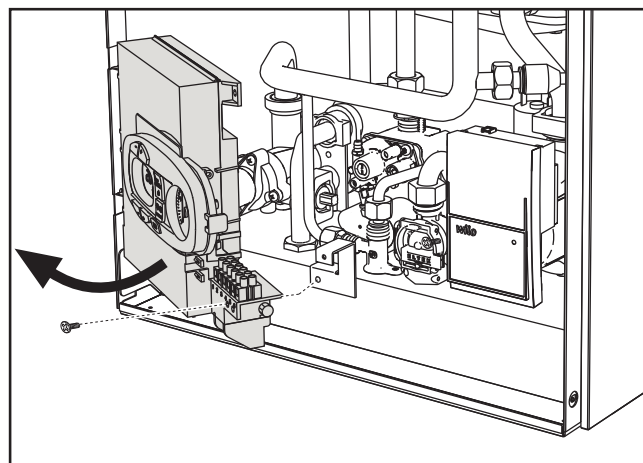

fig. 21
2. Desenrosque el tornillo y gire el panel de mandos (fig. 21).